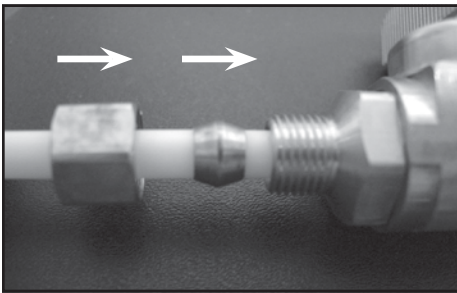
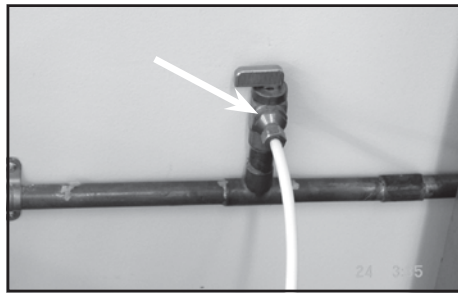

Fig. 4
Fig. 5
Introduisez la conduite d'eau dans le robinet aussi loin que possible (voir la Fig. 4), faites glisser l'écrou et la bague de compression en direction du robinet et resserrez ensuite fermement l'écrou à l'aide d'une clé. **ATTENTION : NE PAS SERRER AVEC EXCÈS. (Voir la Fig. 5)**
10. Pour déconnecter (retirer) la conduite d'eau du robinet d'arrêt, vous devez d'abord enlever le clip en c de blocage bleu (voir la Fig. 4) en tirant dessus vers l'avant.
- Pour déconnecter (retirer) les conduites d'eau de la tête du filtre, vous devez d'abord enlever le clip en c de blocage (bleu) (voir la Fig. 4) en tirant dessus vers l'avant.